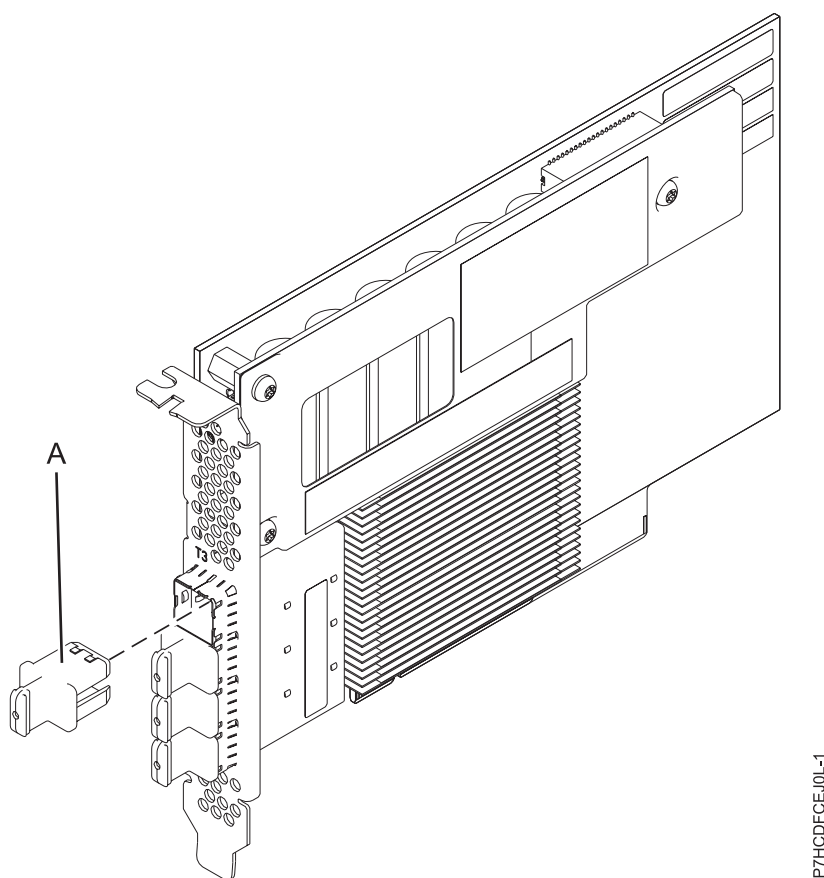

Figura 14. Adaptador PCIe3 12 GB Caché RAID SAS 6 Gb
la Figura 14 muestra el adaptador PCIe3 12 GB Caché RAID SAS cuatripuerto 6 Gb. El conector (A) está instalado en un puerto vacío y evita daños en dicho puerto cuando se conecta o retira un cable de los conectores de puerto adyacentes.
El FC EJ0L es un adaptador corto de altura completa y anchura simple. La Figura 14 muestra el adaptador FC EJ0L. Cada FC EJ0L necesita otro adaptador FC EJ0L situado en este servidor o en otro